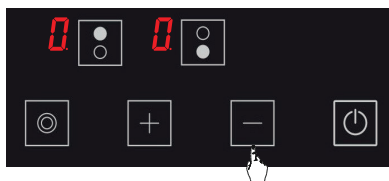

Abbildung 22
3. Die Taste **Minus** erneut drücken. (siehe Abb. 22) Dies muss gleich nach dem 2. Schritt ausgeführt werden. Die Kindersicherung ist dauerhaft deaktiviert. Mit anderen Worten, die Kindersicherung bleibt deaktiviert, selbst wenn das Gerät ausgeschaltet und wieder eingeschaltet wird.